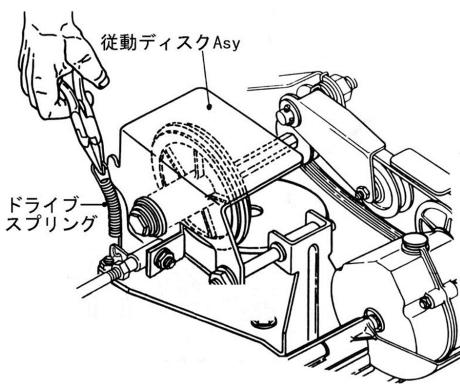

図3-5
- 従動ディスクASSYのドライブスプリングをブライヤーで外します。（図3-5）
- 従動ディスクASSYのドライブスプリングを元のよう、従動ディスクASSYに引っ掛けます。（図3-5）